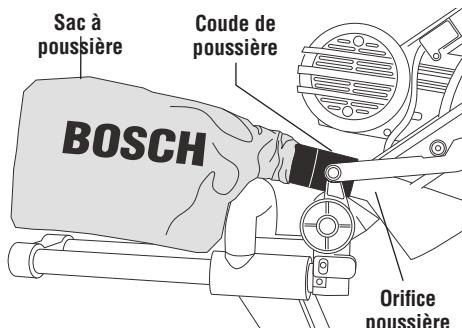

Figure 4. Coude et sac à poussière
- Le bras d'onglet étant bloqué en position descendue, poussez le coude de poussière sur la orifice poussière. Enfoncez le sac à poussière sur le coude et faites pivoter les deux pièces pour les mettre dans la position désirée. (Figure 4).